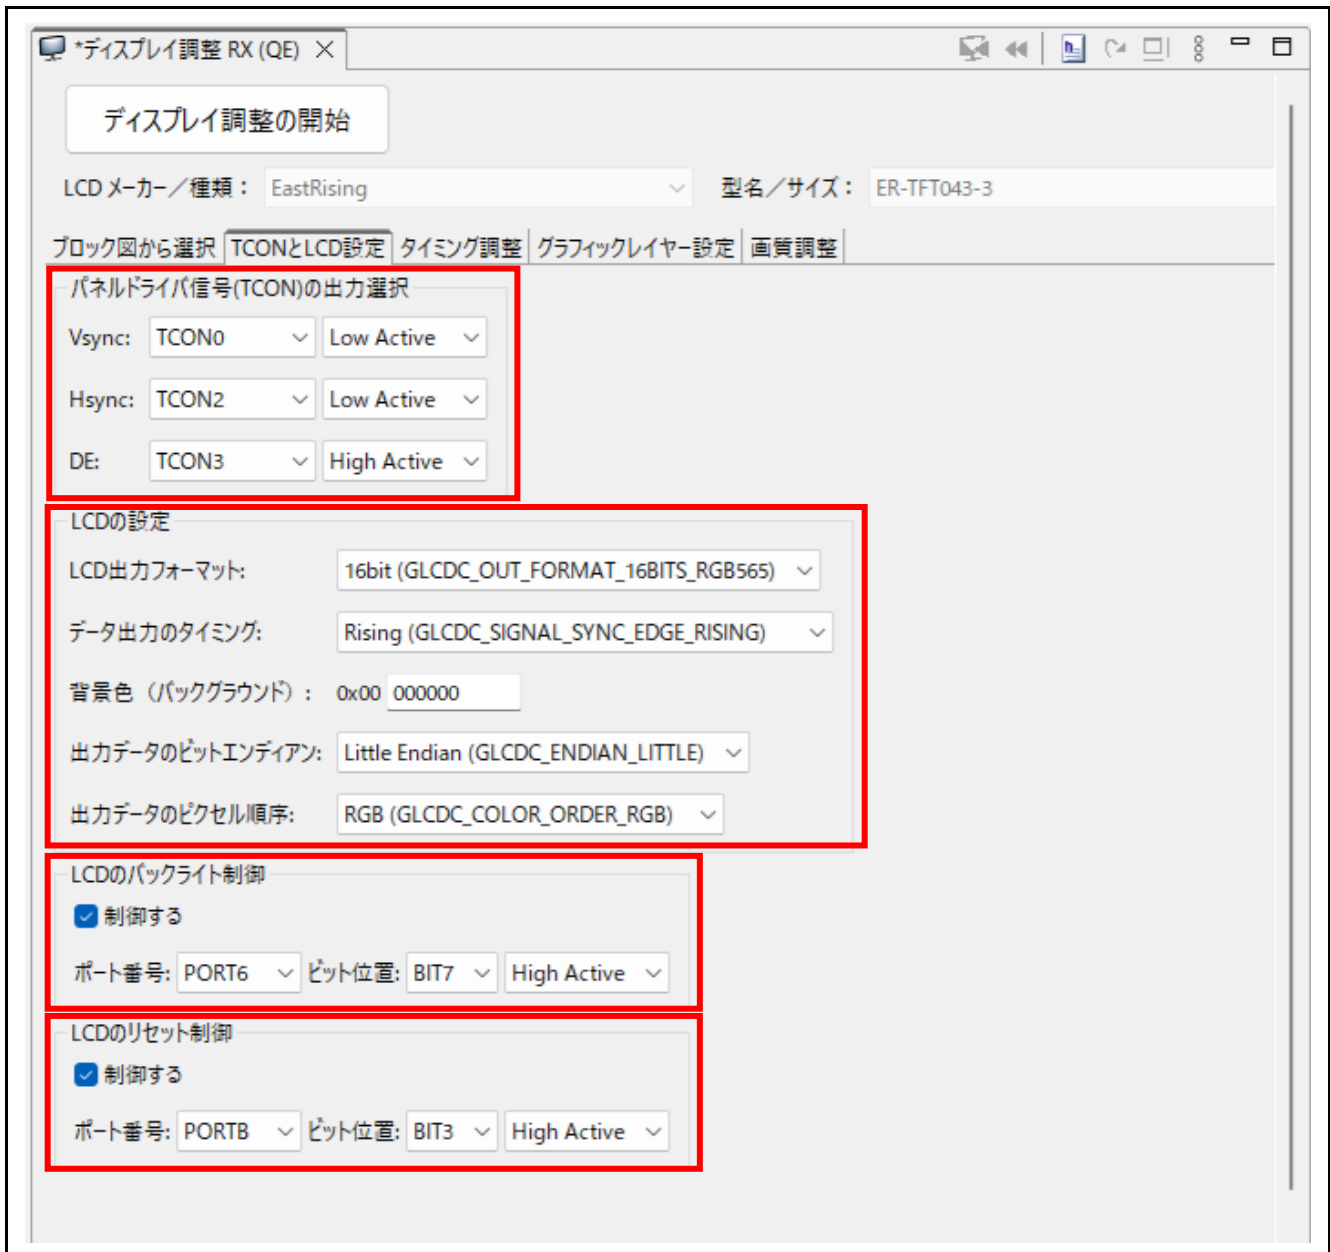

図 6.4 TCON と LCD 設定
ディスプレイ調整 RX(QE) の[TCON と LCD 設定]タブを選択し、制御信号の設定を行います(図 6.4)。